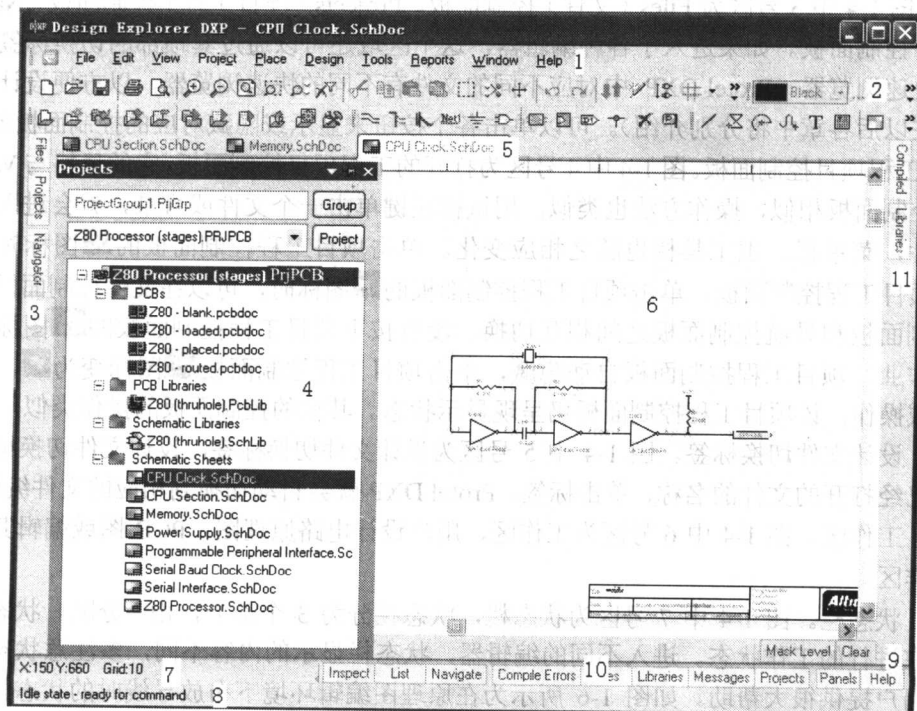
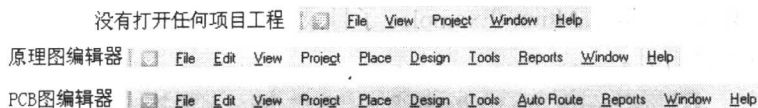

图 1-4 Protel DXP 标准工作界面
图 1-5 几种不同的菜单栏
双击 Z80 Processor (stages) .PrjPCB, 打开该项目工程文件。Protel DXP 标准工作界面如图 1-4 所示。
(1) 菜单栏。图 1-4 中 1 号区为菜单栏, Protel DXP 的菜单栏可以根据用户正在执行的不同应用程序而相应变化, 下面列举其中几个菜单栏, 如图 1-5 所示。
(2) 主工具栏。图 1-4 中 2 号区为主工具栏, 与菜单栏相似, 执行不同的应用程序在主工具栏中就会出现不同的工具按钮。
(3) 图 1-4 中 3 号区为 Files (文件) 控制面板、Projects (项目工程) 控制面板、Navigator (导航) 控制面板。如果进入了各种编辑器, 这个区域还可以通过其顶部的切换标签切换到相应的快速浏览器 (Protel DXP 中对应不同的文件有不同的快速浏览器, 以方便设计文件的编辑, 在以后各章中将分别介绍)。可以单击各个按钮来显示或隐藏对应的控制面板的状态。
(4) 工程项目控制面板。图 1-4 中 4 号区为打开的工程项目控制面板, 它的风格与 Windows 的资源控制面板相似, 操作方法也类似。用鼠标左键单击一个文件或目录, 就会进入相应的设计文件, 菜单栏、主工具栏也随之相应变化。单击项目工程控制面板的  图标时, 关闭当前的项目工程控制面板。单击项目工程控制面板的  图标时, 可以在文件控制面板、项目工程控制面板和导航控制面板之间相互切换。没有按下项目工程控制面板的  图标, 在工作区域作业, 项目工程控制面板自动隐藏, 单击项目工程控制面板  图标变为 , 即使在工作区域操作, 该项目工程控制面板仍呈现显示状态。其他的控制面板的操作类似。
(5) 设计文件切换标签。图 1-4 中 5 号区为设计文件切换标签, 设计文件切换标签中显示的是已经打开的文件的名称, 单击标签, Protel DXP 就会自动切换到相应的文件编辑器中。
(6) 工作区。图 1-4 中 6 号区为工作区, 用户设计电路原理图, PCB 图或编辑其他文件都在工作区。
(7) 状态栏。图 1-4 中 7 号区为状态栏, 状态栏分为 3 个部分, 由  分隔。状态栏显示的是正在进行的工作状态。进入不同的编辑器, 状态栏显示的内容不同, 多注意状态栏的信息会对用户提供很大帮助。如图 1-6 所示为在原理图编辑环境下布放导线时的状态栏显示内容。